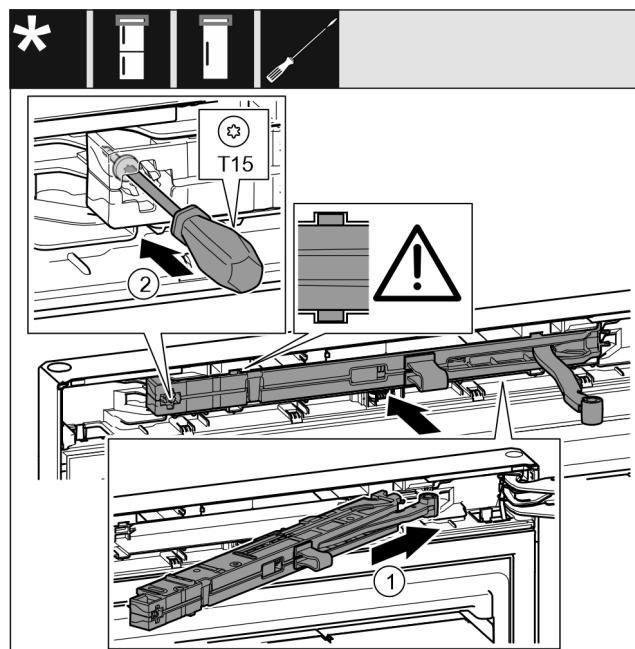

Fig. 52
- Jednotku tlumiče zavírání Fig. 52 (1) na straně stojanu ložiska zasuňte až na doraz šikmo do vybrání.
- Šroubovákem šroub Fig. 52 (2) pevně utáhněte.